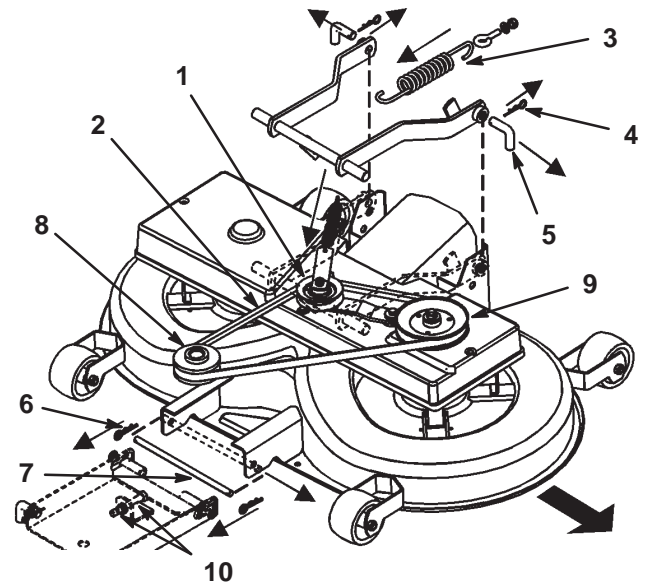

Figure 36
8. Tirez l'ensemble bras de tension vers l'intérieur et ôtez la courroie trapézoïdale de la poulie (Fig. 36).
9. Décrochez le ressort du levier d'engagement (Fig. 36).
- Retirez les goupilles fendues des 2 goupilles arrière et déposez ces dernières (Fig. 36).
- Retirez la goupille fendue de la goupille avant et déposez cette dernière (Fig. 36).
- Enlevez la courroie trapézoïdale de la poulie du moteur (Fig. 36).
- Enlevez l'ensemble poulie à courroie trapézoïdale et bras de tension (Fig. 36).
- Placez la goupille inférieure de la suspension de réglage avant dans la position inférieure des fentes, en réglant les 2 écrous (M12) sur la suspension avant (Fig. 36).